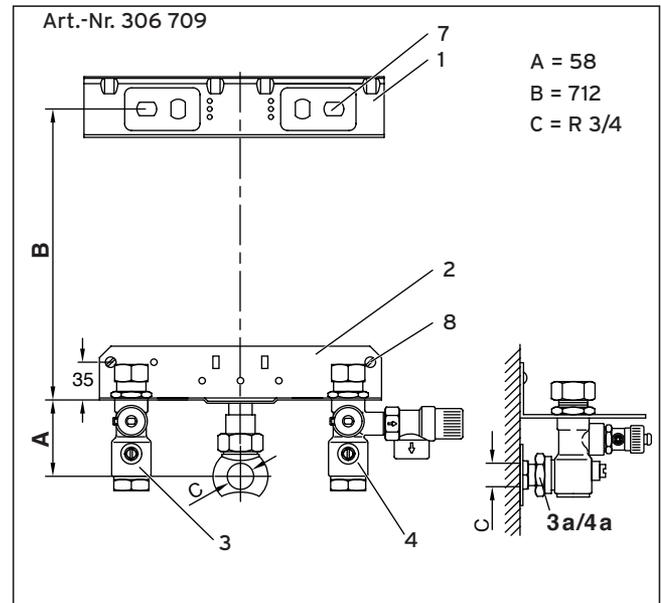

Abb. 3.4 Anschlusskonsole VC (Unterputzinstallation)
- Ermitteln Sie mit Hilfe der dem Gerät beiliegenden Montageschablone die Befestigungsbohrungen für den Halter (1) und die Anschlusskonsole (Zubehör) (2) (s. Abb. 3.4 und 3.5).
- Befestigen Sie den mitgelieferten Halter (1) an der Wand.
- Montieren Sie die Anschlusskonsole (2).
- Setzen Sie das Gerät von oben auf den Halter auf, und führen Sie gleichzeitig die Anschlussrohre für Heizungsanlauf (3) und -rücklauf (4) in die entsprechenden Anschlüsse an der Anschlusskonsole ein.